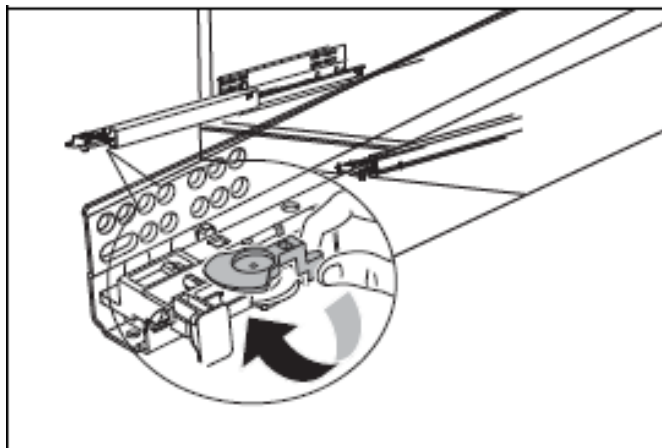

Рис. 10
- Чтобы приподнять переднюю часть прибора (макс. на 2 мм), поверните фиксатор, как показано на рис. 10.